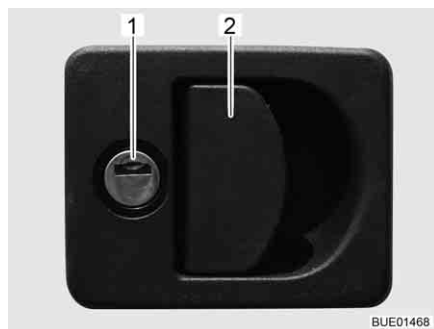

Fig. 62 Serratura dello sportello con impugnatura
- Inserire la chiave nel cilindro della serratura (Fig. 62,1) e ruotare di un quarto di giro. La serratura dello sportello è sbloccata.
- Tirare la maniglia della serratura (Fig. 62,2). In questo modo si apre lo sportello esterno.